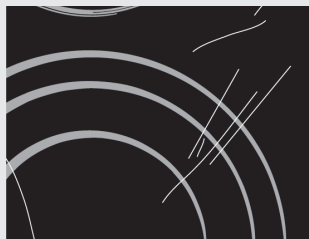

Figure 1
**Essuyez la poussière** ou les dépôts éventuels de la surface vitrocéramique et du fond des récipients avant chaque utilisation car ils pourraient abîmer la table de cuisson (Figure 1).
**Attention:** les tampons métalliques, les éponges et détergents abrasifs, les produits agressifs en aérosol et les nettoyants liquides non appropriés peuvent abîmer la surface (Figures 1 et 2).